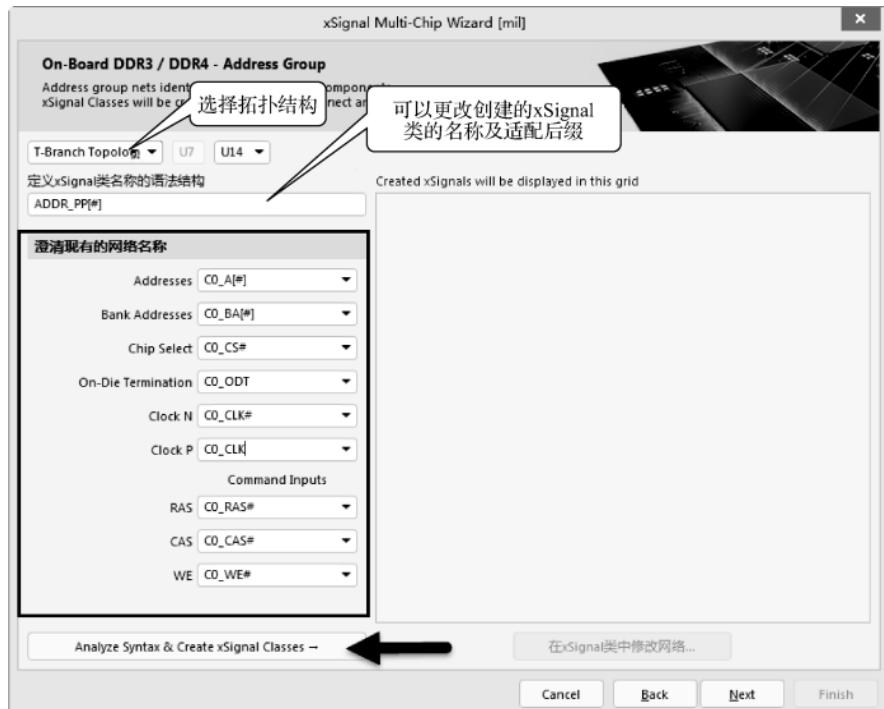

图 10-128 地址线网络关联的适配
(4) 进入如图 10-128 所示的界面，根据需要设置相关参数。
- ① T-Branch Topology: 选择拓扑结构。
- ② 定义 xSignal 类名称的语法结构: 自定义创建的 xSignal 类的名称和后缀。
- ③ 澄清现有的网络名称: 选择地址线、控制线、时钟线总线的适配。